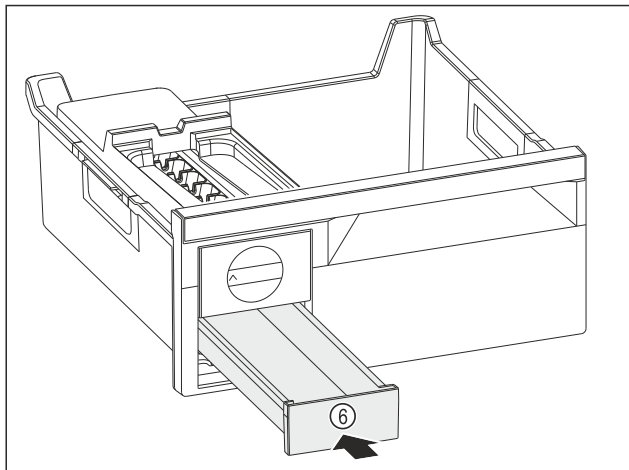

Fig. 217
- ▶ Umetnite Fig. 217 (6) pretinac za kockice leda.